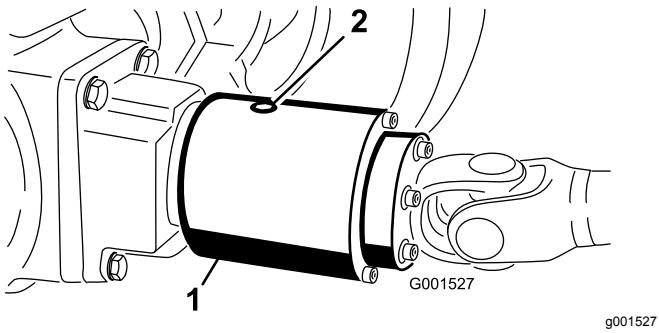

Figura 61
3. Rode a embraiagem para alinhar o tampão de verificação na posição das 6 horas (Figura 61).